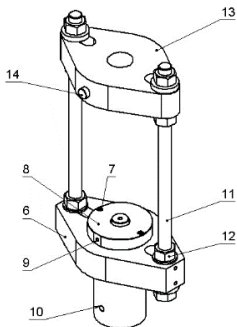

Рис.2 Выпрессовщик в сборе.
- 4.1 Выпрессовщик в сборе состоит из: гидроцилиндра поз.8 закреплённого на корпусе поз. 6, шпильки поз. 11, траверсы поз.13, гаек поз.12, фиксатора оправок поз.14 (рис.2) Шток гидроцилиндра приводится в действие через присоединение поз. 10. Возврат штока осуществляется пневматически через присоединение поз.9.